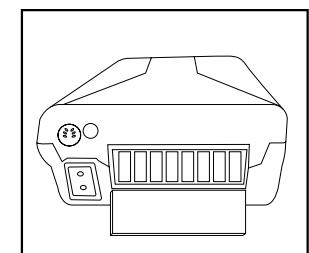

Figure 11
1. Le filtre d'entrée doit être vérifié tous les jours. Le filtre se trouve à l'arrière de l'appareil, **Figure 11**.